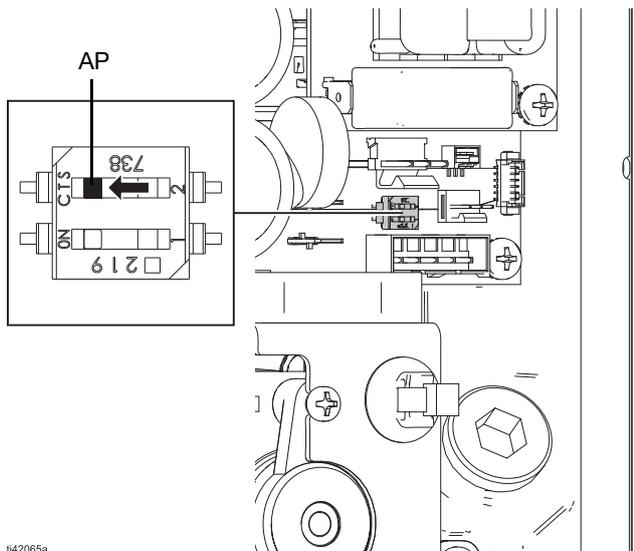

图 12：禁用自动填料
2. 找到自动填料开关 (AP)。请参见图 12 或马达手册中的**电气原理图**。
3. 将自动启动开关 (AP) 推到左侧 (关闭) 位置。